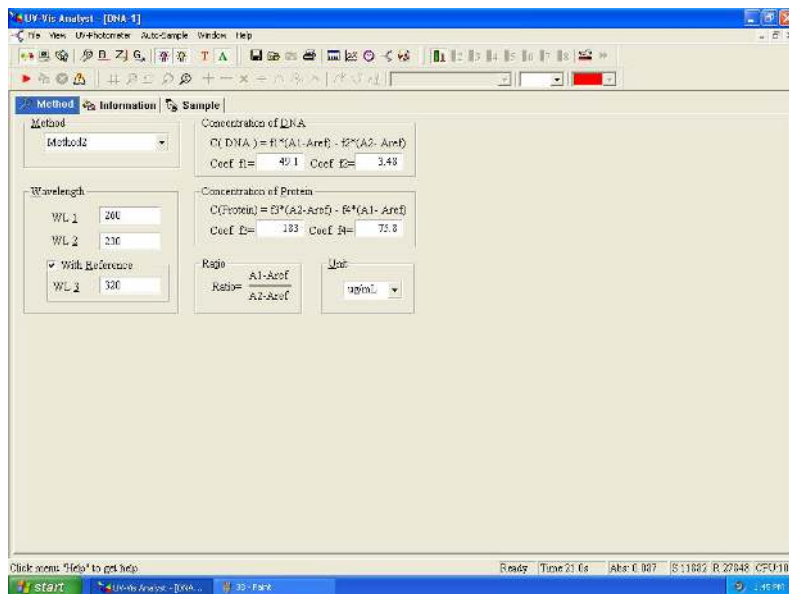

図. 4-44
1. ツールバーの  をクリックすると以下のダイアログボックスが表示されます。(図. 4-44)